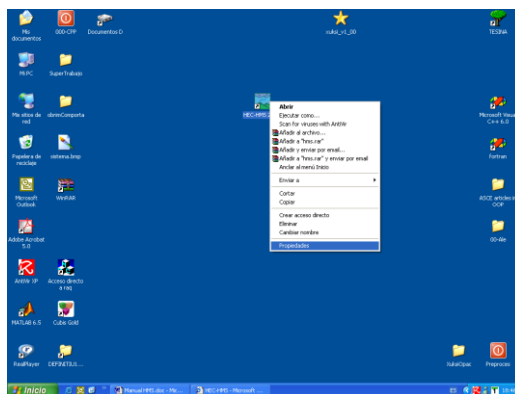

Figura 1
- En el icono de acceso directo del programa, hacer “click” con el botón derecho del ratón. Aparece un menú flotante, ir a “Propiedades” y hacer “click” (figura 1).